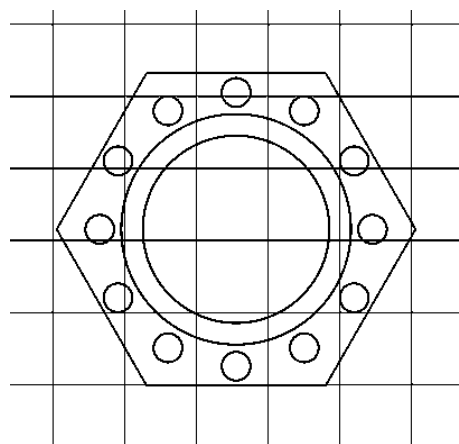

Рис. 27. Размножение окружностей
3. Размножение окружностей (рис. 27).